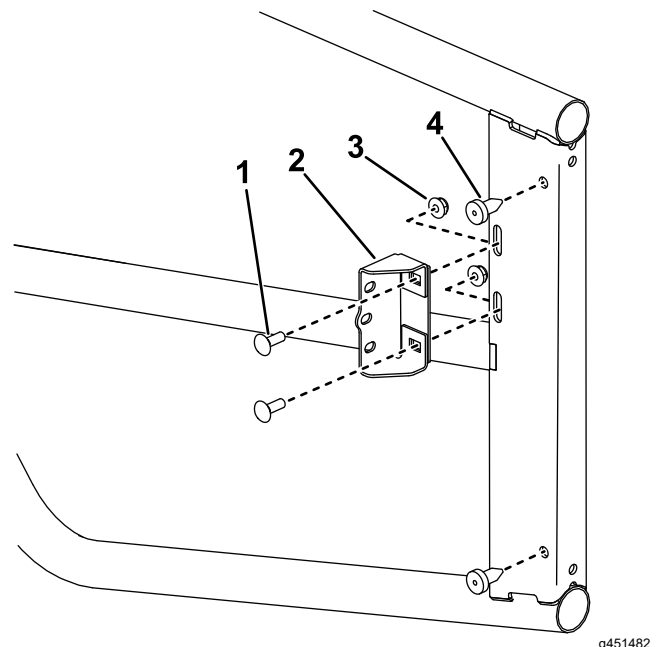

Figura 5
5. Instale 2 topos de goma en el interior del conjunto de la puerta (Figura 5).
6. Instale los soporte de cierre de la puerta en el conjunto de la puerta (Figura 5).